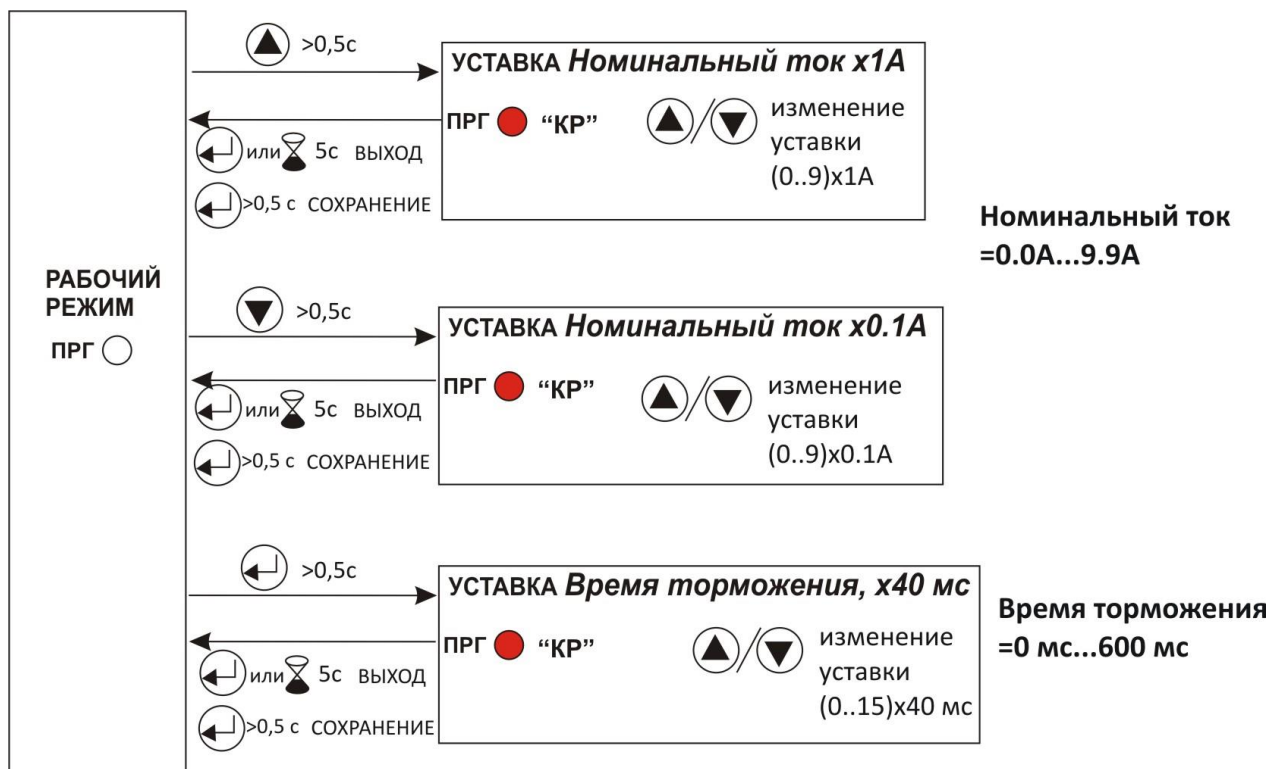

Рисунок 6 –Схема работы режима быстрой настройки
1.9.2 Схема работы режима быстрой настройки приведена на рис.6